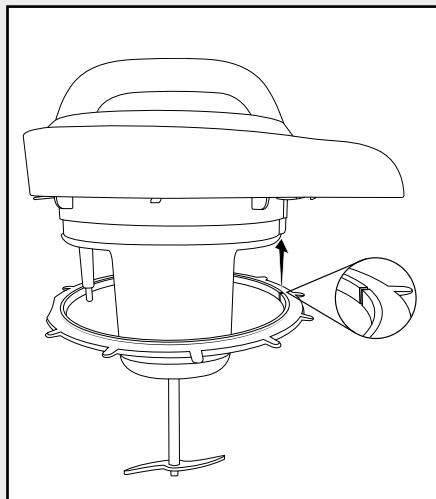

Abb. 1
- Schieben Sie den Dichtungsring **8** wieder auf den Deckel **9**, so dass der Dichtungsring **8** in die Aussparung gleitet. Achten Sie dabei darauf, dass die kleine Einkerbung am Dichtungsring **8** um die Fixiernase am Deckel **9** liegt (Abb. 1). Die abgeflachte Seite des Dichtungsringes **8** liegt an der Seite, an der sich der Sensor **7** befindet: